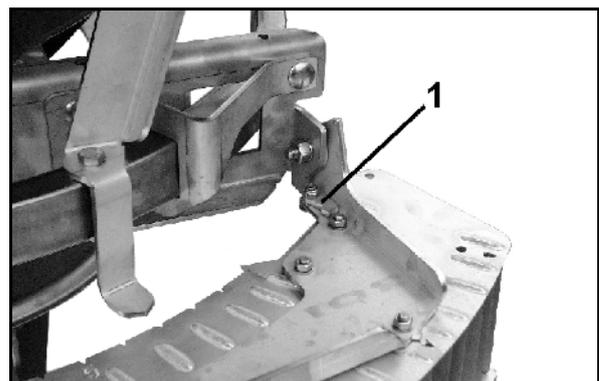

Fig. 77
faz-se através das palhetas telescópicas (Fig. 77/1), de acordo com as indicações da tabela de dispersão, em função do tipo de fertilizante a dispersar e da distância do primeiro rasto de marcha à margem do campo, do seguinte modo:
1. Articular as palhetas telescópicas (Fig. 77/1) no disco dispersor depois de se soltar a respectiva porca de orelhas na zona da escala (Fig. 77/2). Ler o valor numérico no bordo de leitura (Fig. 77/3) e voltar a porca de orelhas.
2. Ajustar a parte exterior da palheta (Fig. 77/4) para uma letra mais alta depois de soltar a porca (Fig. 77/5) na escala (Fig. 77/6). Lida é a respectiva posição da parte exterior da palheta no bordo de leitura (Fig. 77/7) na escala.